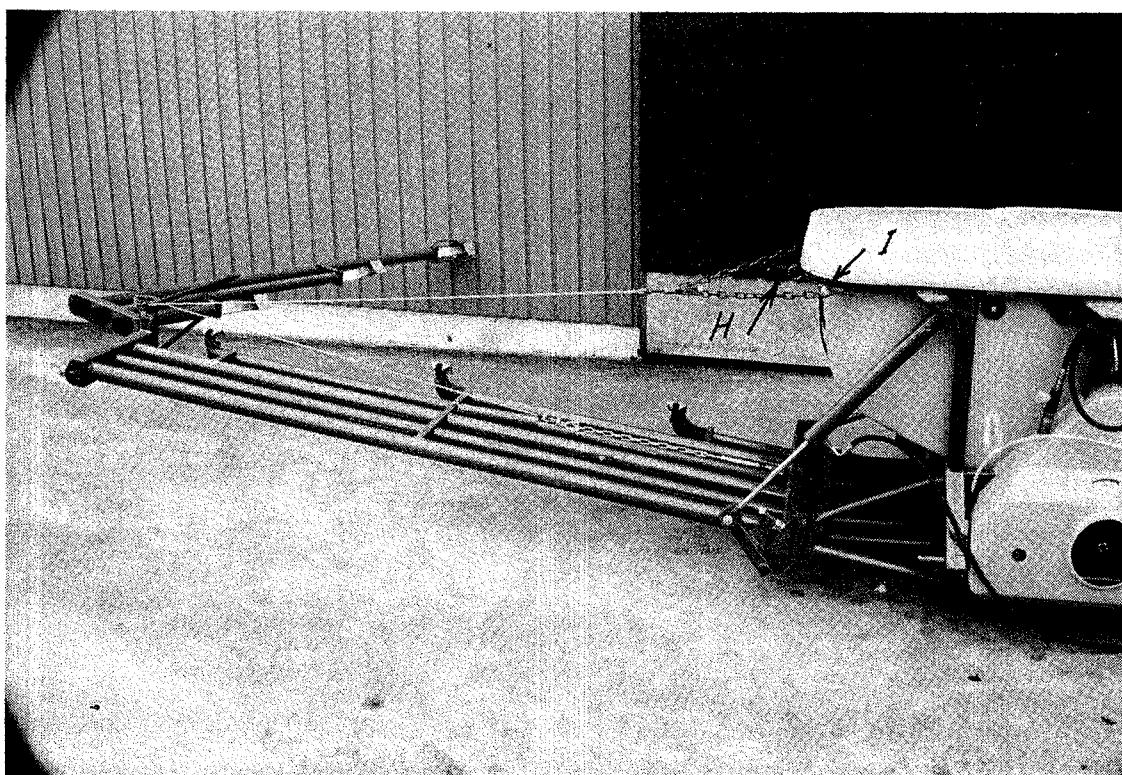

FIG. 2.
2. Lyftcylindern monteras enligt bild 2.Det är lättare att först montera kolvstångsändan och därefter övre raminfästningen.
8. Bommarnas låsklaffar H bild 2 bytes ut mot längre,till vilka utlösningssnöret fästes.Med de nya låsklaffen är bommarnas transportläge en aning utåtvinklade för att underlätta nedfällningen.